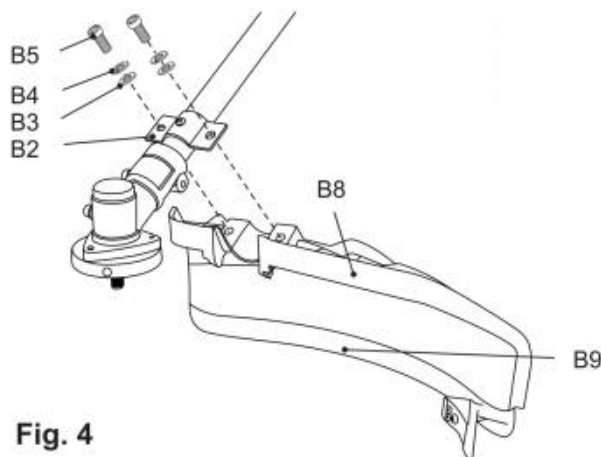

Fig. 4
6) Fixez la connexion avec les boulons (B5) , les rondelles élastiques rs((B4)) et les rondelles (B3)) à l'aide de l'outil (E4) .(Fig.4).